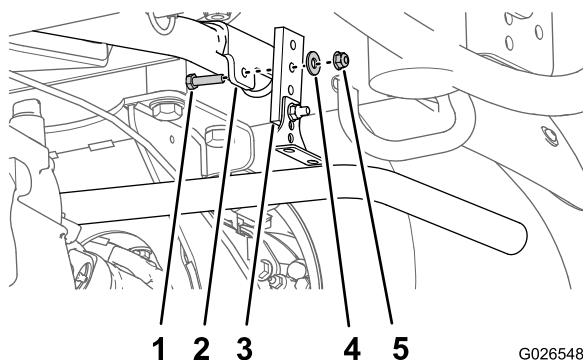

Figure 3
2. Sur la patte de la plaque de montage, retirez le boulon, l'écrou et la rondelle qui fixent la patte de suspension de tuyau d'échappement à la patte de la plaque, et déposez la patte de suspension (Figure 3).